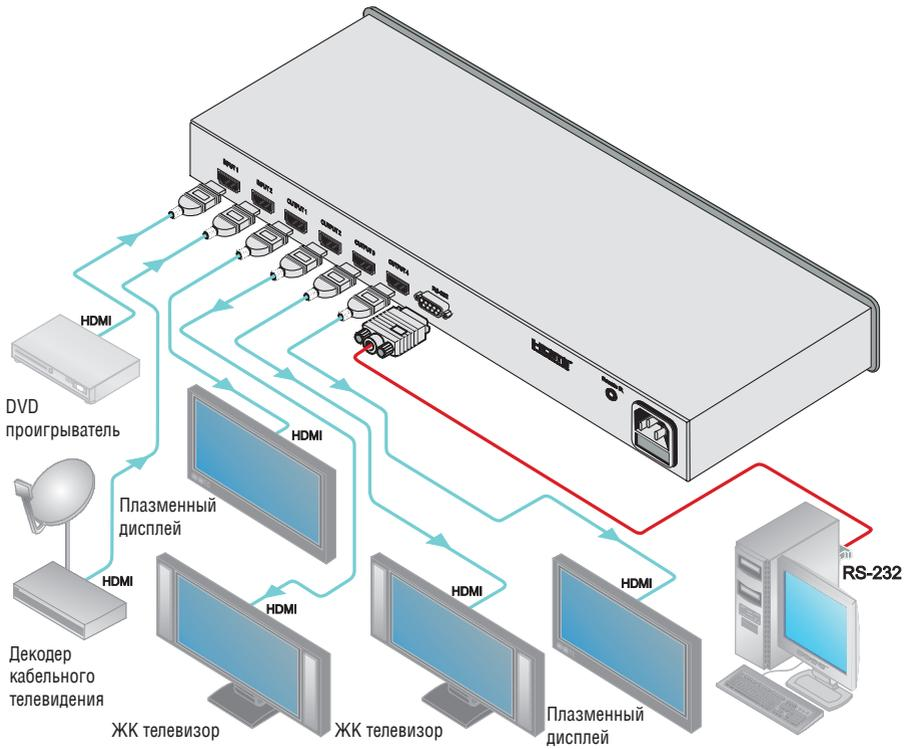

Рис. 2. Подсоединение распределителя HDMI 1:4 с двумя входами VM-24H
Чтобы подсоединить **VM-24H** в соответствии с примером, приведенным на рис. 2, действуйте в следующем порядке (предварительно выключив всю аппаратуру):
2. Подсоедините к разъемам HDMI OUTPUT до 4 приемников сигнала HDMI (при необходимости; все выходы подсоединять необязательно) с помощью медных кабелей Kramer. Например, для данного пример (см. рис. 2):
4. Подсоедините сетевой шнур к розетке электросети (на рис. 2 не показана).